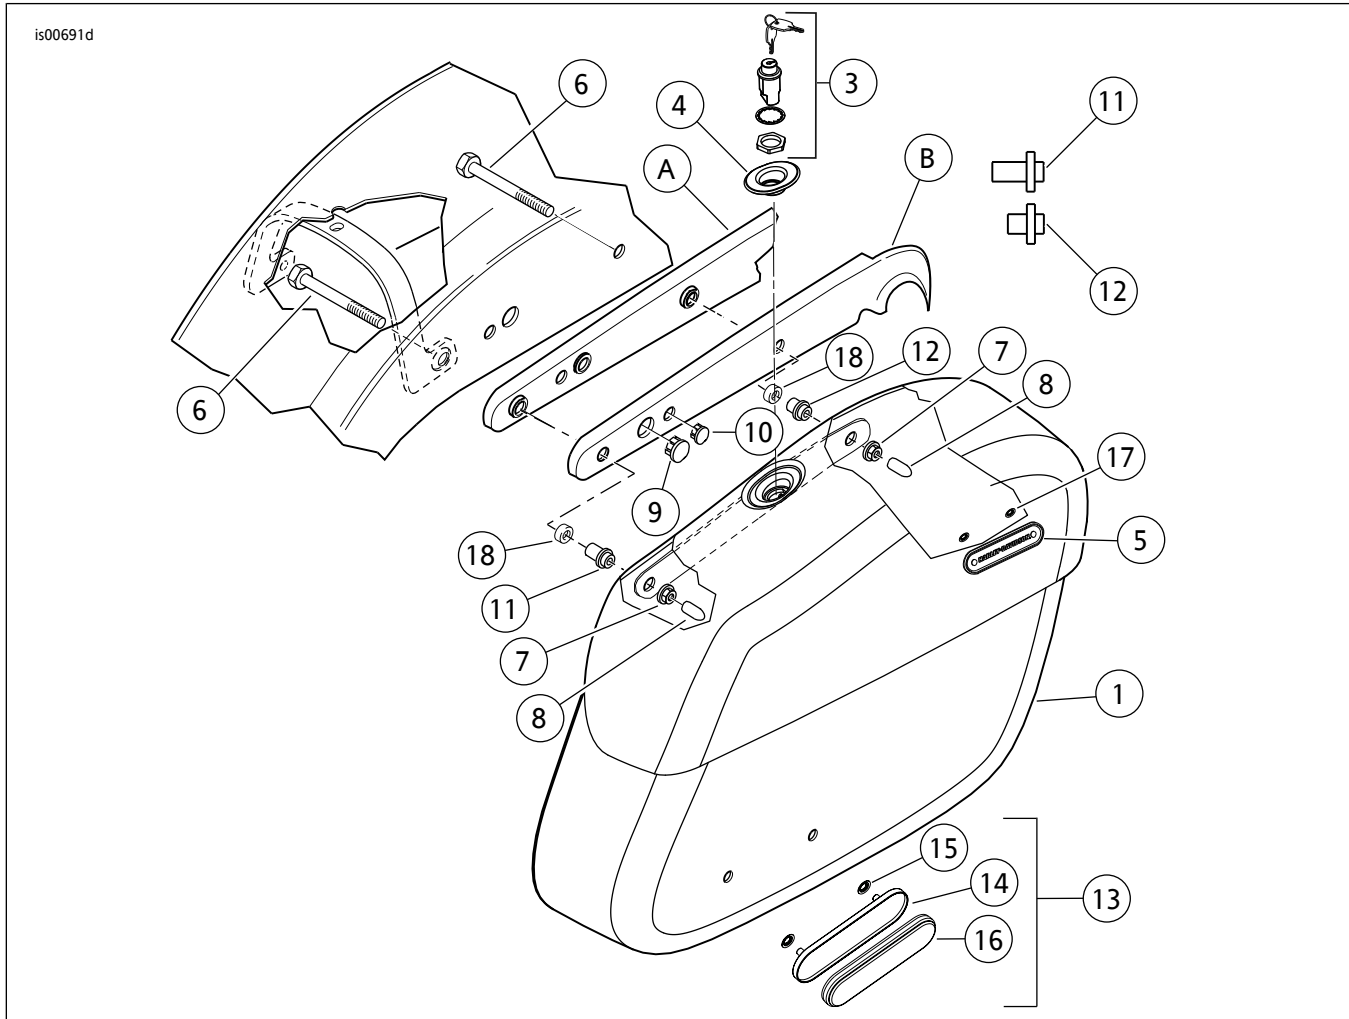

图2。维修零件：运动者车型硬质皮革边箱套件( 图示为右侧 )
参见图2和表1。
5. 参见图2。在挡板底面，从步骤3中拆下两个半圆头螺钉的孔中，将套件中的两个螺栓( 6 )穿过挡板并且进入挡板支架( A )和支架盖( B )。
2. 参见图2。将反光片底架(14)放置到边箱上。